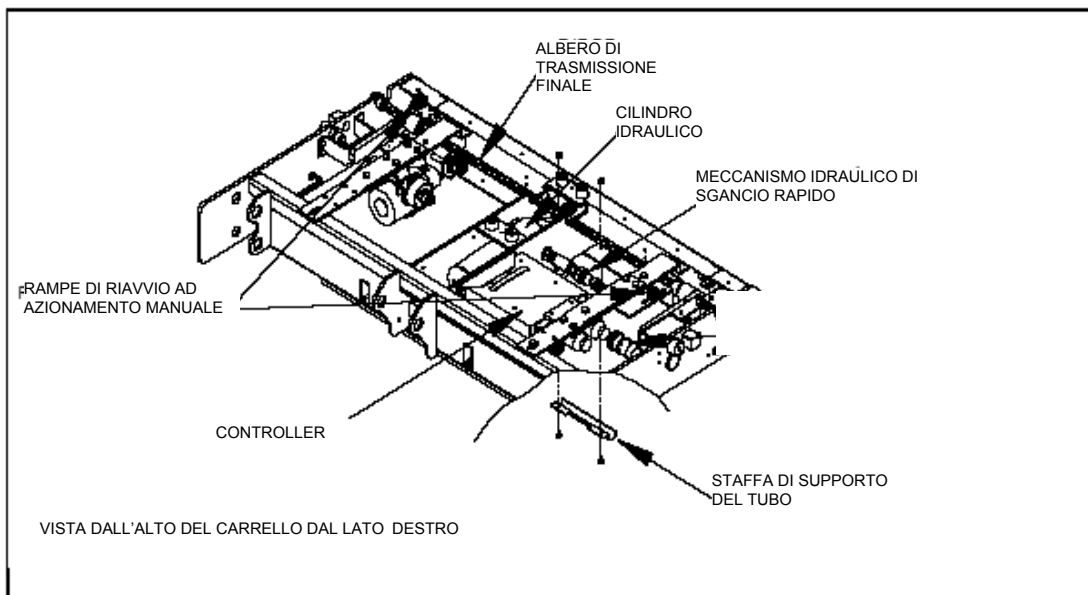

FIGURA 4-16: COMPONENTI DEL CARRELLO
- Consultare la **Figura 4-16**. Verificare che gli alberi di sblocco della piattaforma siano ingranati (girati in direzione opposta rispetto a quanto indicato dall'etichetta attigua). Spingere verso il basso l'albero di trasmissione finale per sganciarlo dalla cremagliera. Utilizzare guaine di nylon o simili per mantenere l'albero di trasmissione scollegato.
- 1) Consultare la **Figura 4-16**. Far scorrere il giunto di accoppiamento in gomma sull'albero di entrata della scatola di trasmissione.